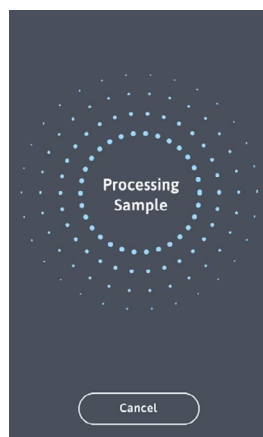

Figure 14
4. Une fois le mélange de l'échantillon confirmé, le tube est déplacé à l'intérieur de l'analyseur et l'analyse commence (figure 14).